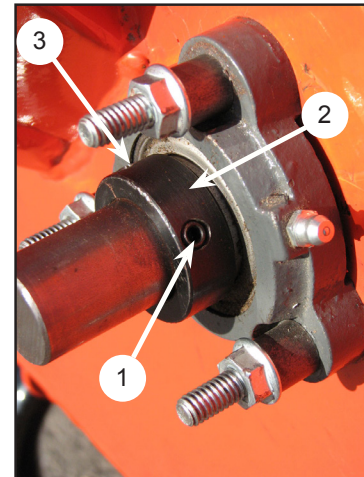
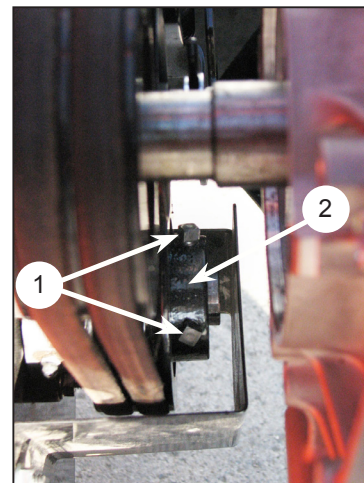

Figura 5.3, Cojinete del lado del conducto
Figura 5.4, Cojinete del lado del motor
- Afloje los tornillos de fijación (1) que sostienen los collarines de sujeción (2) en el lado del conducto (Figura 5.3) y del lado del motor (Figura 5.4).